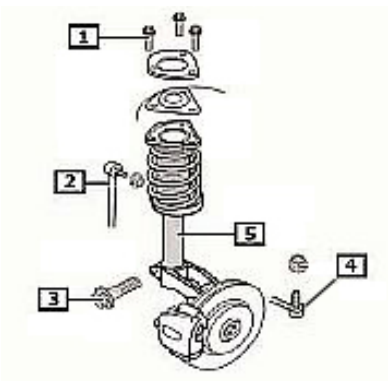

Fig. 1
- **Fig. 1** Untere Federbeinbefestigung (3) ausschrauben.
- Mit Abzieher Spurstangenkopf (4) vom Achsschenkel abdrücken.
- Original-Koppelstange (2) ausbauen.
- Achsschenkel aufspreizen und nach unten vom Federbein (5) abziehen.
- Obere Federbeinbefestigung (1) ausbauen, dabei Federbein unten gegenhalten.
- **Fig. 1** Unscrew lower suspension strut fixture (3).
- Use extractor to remove tie-rod end (4) from steering knuckle.
- Remove original coupling rod (2).
- Spread steering knuckle and pull down and away from suspension strut (5).
- Remove upper suspension strut fixture (1) while securing holding lower part of strut.
- **Fig. 1** Dévisser la fixation inférieure de jambe de force (3).
- Avec l'arrache-pignon enlever par éjection la rotule de barre d'accouplement (4) de la fusée d'essieu.
- Démontez la bielle de connexion d'origine (2).
- Ecarter la fusée d'essieu et la tirer vers le bas de la jambe de force (5).
- Démontez la fixation de jambe de force supérieure (1) ; ce faisant, soutenir la jambe de force par le bas.
- **Fig. 1** Desatornillar el tornillo de sujeción inferior (3).
- Retirar el cabezal de la barra de acoplamiento (4) del cuello del eje con un extractor.
- Desmontar la barra de acoplamiento original (2).
- Abrir el cuello del eje y extraerlo del amortiguador (5) hacia abajo.
- Desmontar la sujeción superior (1) del amortiguador, sujetar el amortiguador desde abajo.